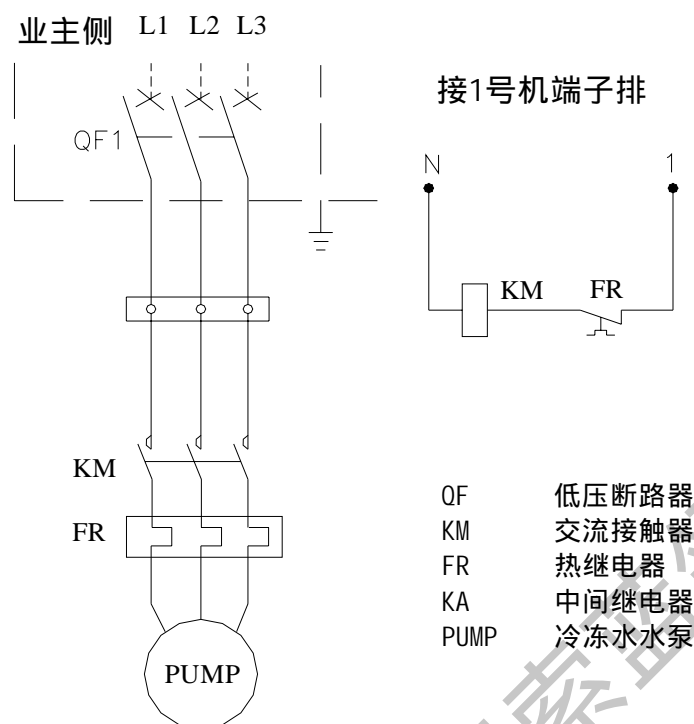

图 12 水泵控制接线图
10. 水泵状态由机组微电脑控制, 接线时请预留微电脑控制接点, 其接线请参考图 12。
3. 将水泵控制线从控制接点 7、8 上拆下，接上 220V50Hz 交流电（参见水泵控制接线图 12 和随机机组电路图）。